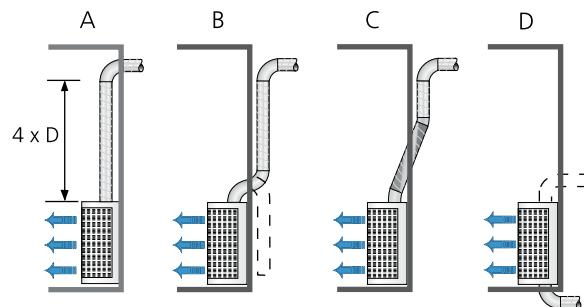

Рис. 4. Примеры влияния способа подключения терминала на уровень шума. См. таблицу. См. раздел Акустика-проектирование общего каталога.
Следует иметь ввиду, что в диаграммах выбора представлены характеристики при эквивалентной площади звукопоглощения 150 м², что означает весьма высокие скорости забора воздуха в терминале. Следует также рассчитать правильное подключение воздуховодов – без создания дополнительного шума. См. рис. 4.
- Значения дБ (A) приведены для помещений с звукопоглощением, эквивалентным площасти 150 м² и на расстоянии 2 м от аппарата, а также при прямом, без помех, участке подключенного воздуховода. См. рис. 4 для учета влияния типа подключения воздуховода на рост уровня шума.
- Значения дБ (C) обычно на 6 – 9 децибел превышают значения дБ (A). Для более точного расчета обратитесь к примеру расчета в техническом разделе общего каталога, глава Акустика.